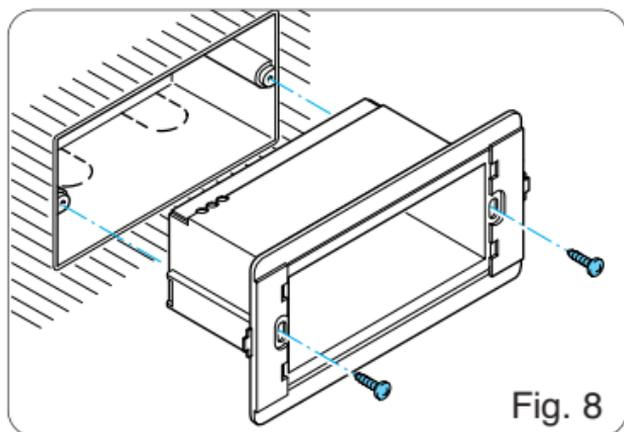

Fig. 8
- Fissare il telaio alla scatola da incasso per mezzo delle due viti in dotazione (fig. 8) rispettando l'indicazione ALTO.